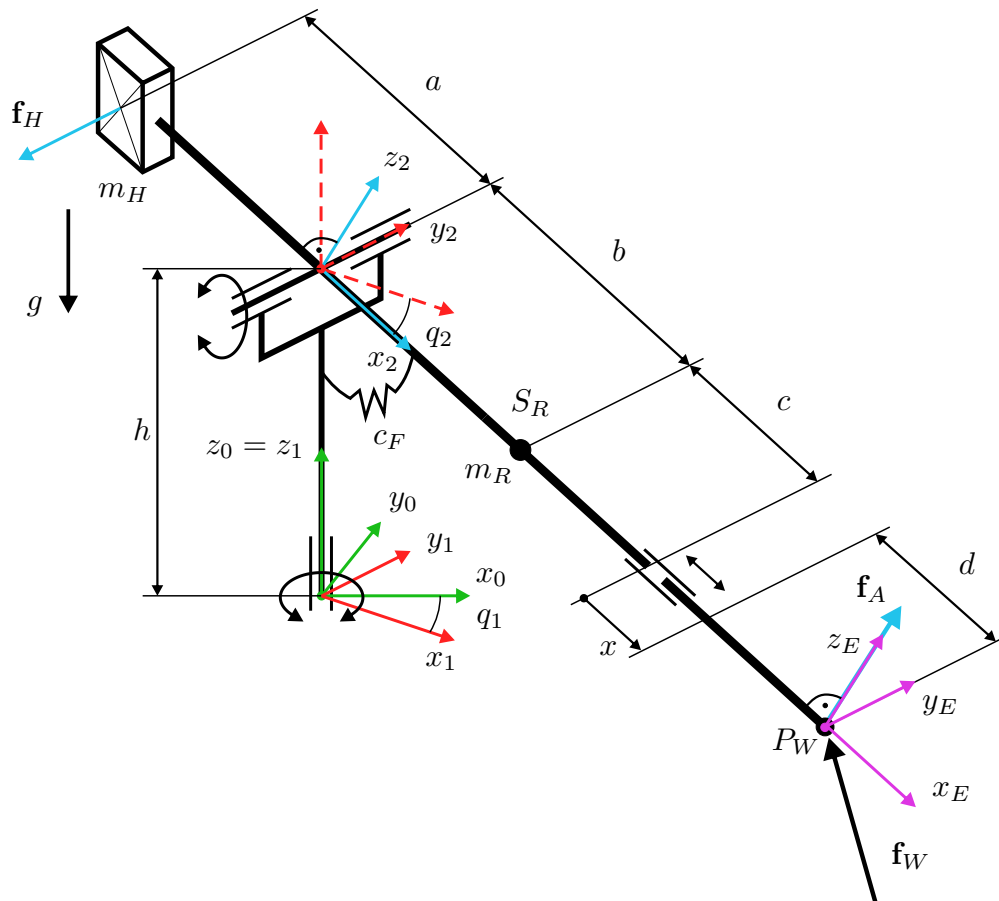

Abbildung 4: Labormodell eines Helikopters.
3. Abbildung 4 zeigt ein Labormodell eines Helikopters. Das Labormodell ist sowohl um die Hoch- als auch um die Querachse drehbar gelagert. Der Rumpf des Helikopters wird durch einen langen, schlanken Stab mit der Masse m_R und dem Massenträgheitstensor $\mathbf{I}_R = \text{diag}(0, I_{R,yy}, I_{R,zz})$ (um den Schwerpunkt S_R im körperfesten Koordinatensystem) dargestellt. Der Hauptrotor (dargestellt durch die Auftriebskraft \mathbf{f}_A) kann in Längsrichtung des Rumpfes verschoben werden, die Verschiebung ist durch die Koordinate x definiert. Die Auftriebskraft wirkt immer rechtwinklig auf die Längsachse des Rumpfes. Der Heckrotor ist durch die Masse m_H und die Kraft \mathbf{f}_H repräsentiert. Die Abhängigkeit des Schwerpunktes S_R und des Massenträgheitstensors \mathbf{I}_R von der Koordinate x ist zu vernachlässigen. Etwaige Kräfte auf den Helikopter (Luftwiderstand, Seitenwind etc.) sind durch die im Inertialsystem (x_0, y_0, z_0) definierte Kraft $\mathbf{f}_W^T = [f_{W,x} \ f_{W,y} \ f_{W,z}]$ berücksichtigt, die konzentriert im Punkt P_W angreift. Zwischen Hochachse und Rumpf ist eine Drehfeder mit der Steifigkeit c_F befestigt, für $q_2 = q_{2,0}$ ist die Drehfeder entspannt.